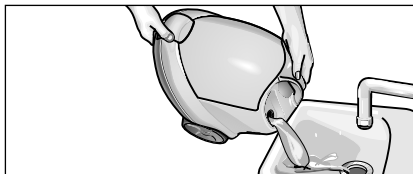

Рис. 13: Промывание котла
- Наполните котел водой и энергично встряхните его (за счет остатков накипи, осевшие на дне котла, отделяются). После этого вылейте воду, накренив прибор в угол, в котором находится воронка для залива воды (см. рис. 13).
- Вылить из котла остатки воды (см. рис. 13)